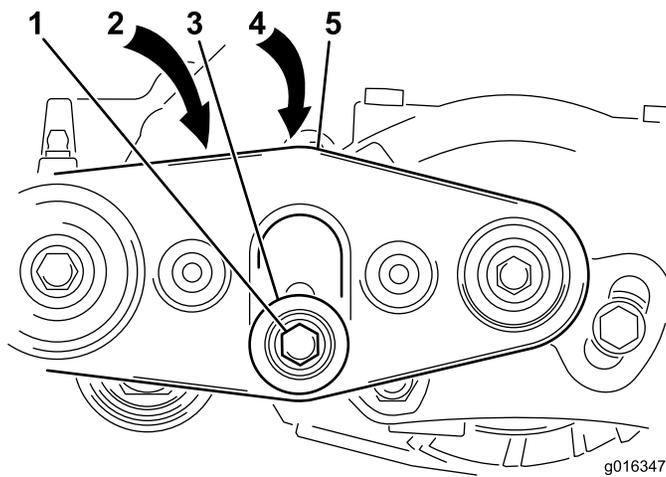

Figura 11
- A. Allentate il dado esagonale e il bullone che fissano la puleggia tendicinghia al supporto spazzola destra; vedere Figura 11.